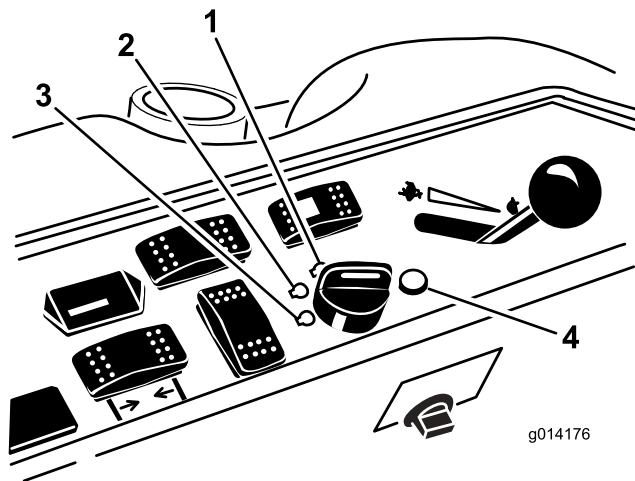

Figure 10
6. Tournez la clé dans le sens horaire en position Contact (Figure 10).
3. Tournez la clé de contact à la position Arrêt (Figure 10). Attendez l'arrêt de toutes les pièces mobiles avant de quitter la position d'utilisation.